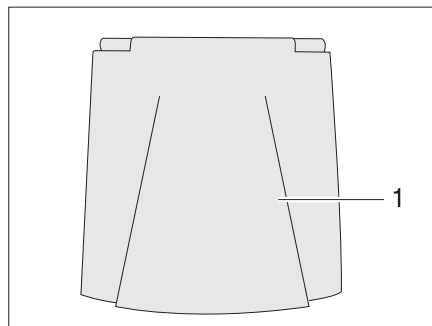

Fig. 33 Trampilla exterior conexión de 230 V
- Girar la trampilla exterior (Fig. 33,1) hacia arriba.
- Girar hacia abajo la trampilla exterior (Fig. 33,1) y cerrarla presionándola.